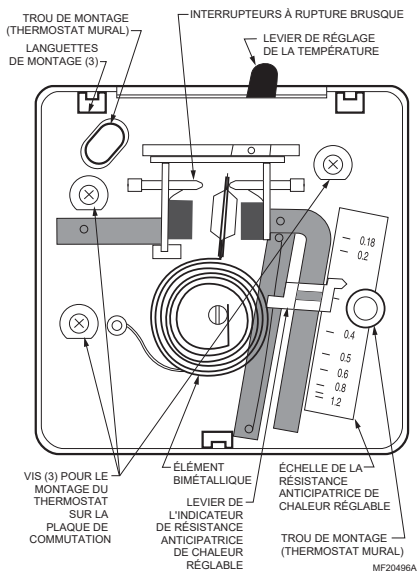

Fig. 1. Vue de l'intérieur du T812 avec résistance anticipatrice de chaleur réglable.
3. Dévisser les trois vis sous le couvercle du thermostat pour retirer le thermostat de la plaque de commutation. Voir la Fig. 1.
9. Monter le thermostat sur la plaque de commutation du thermostat à l'aide des trois vis. Voir la Fig. 1.